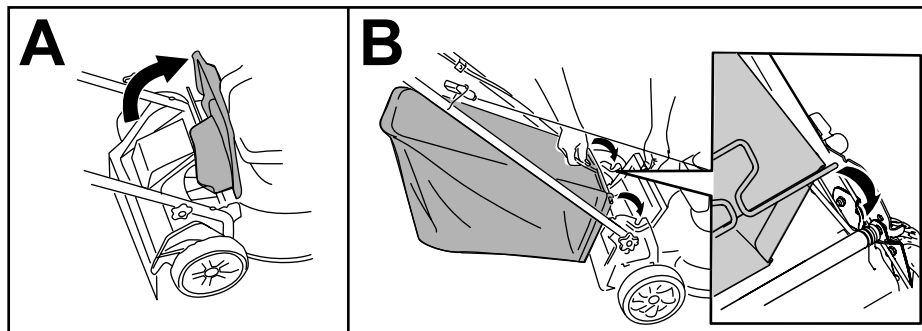

Figure 14
1. Soulevez le déflecteur arrière (A de Figure 14).
2. Insérez les extrémités de la tige du bac à herbe dans les crans des supports du guidon (B de Figure 14).